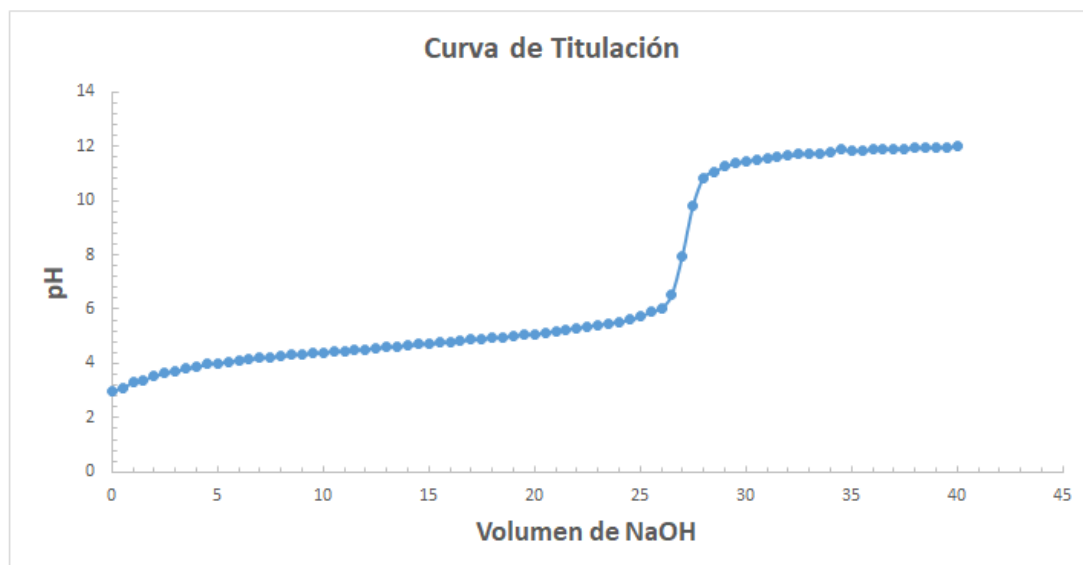

Figura 1
1. Se obtiene la curva de titulación como se muestra en la figura 1.